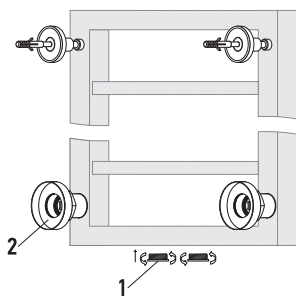

Рис. 3
4.4. Стандартная комплектация изделий предусматривает нижнее подключение «в стену» (рис. 3).
4.5.2. Установить на коллектора заглушки (рис. 3 «1») и носики с накидными гайками (рис. 3 «2») в требуемом месте.